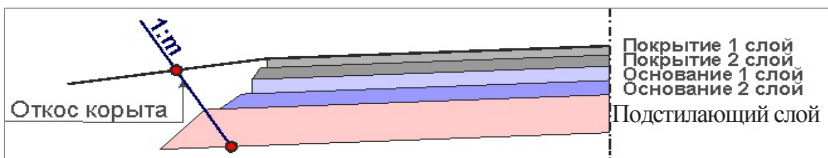

Рис. 19.9
- **По верху подстилающего слоя** – низ корыта определяется точками пересечения откосов корыта, построенных через крайние точки по верху ПС с заданным заложением слева/справа, и линии по низу ПС (рис. 19.9).